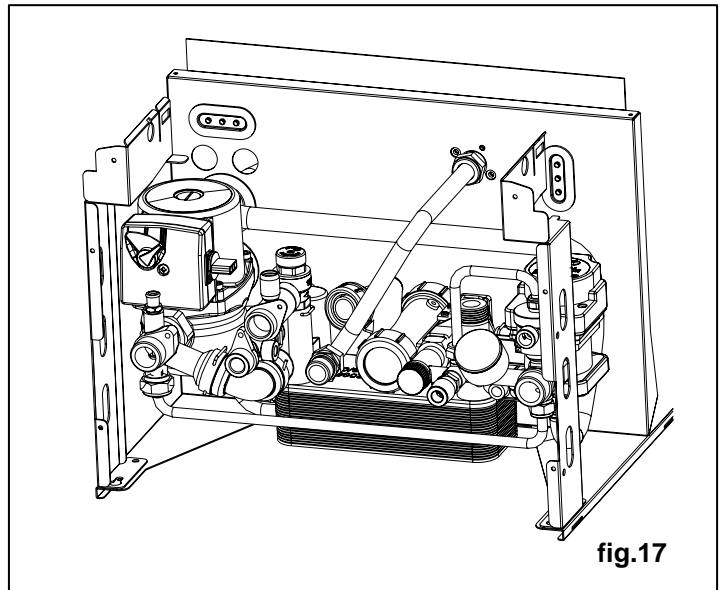

fig.17
-Pour vidanger uniquement la chaudière, fermer les robinets départ/retour du circuit de chauffage. Ouvrir le robinet de vidange (fig.17) placé dans le collecteur de la pompe sur la partie inférieure de la chaudière.